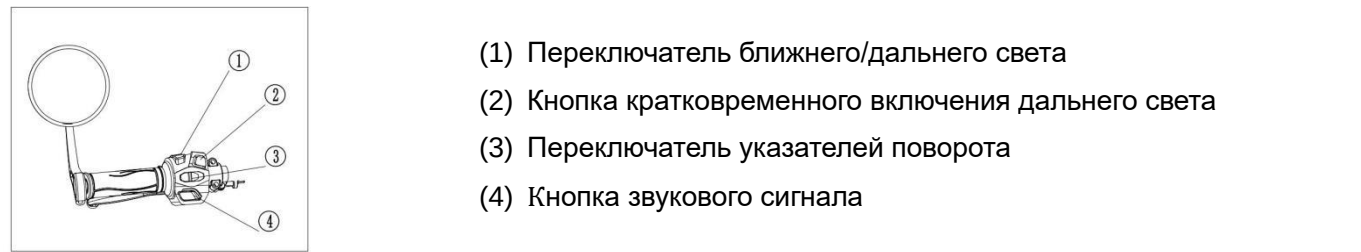

Рис. 7 Левый блок переключателей
4.5. Левый блок переключателей (Рис. 7)